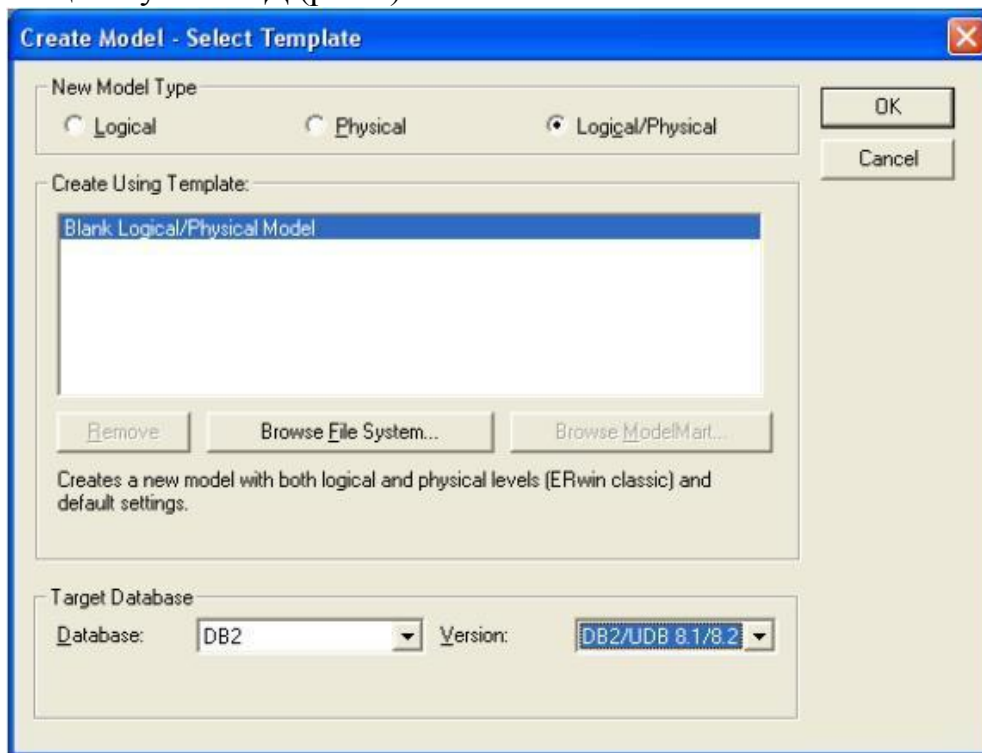

Рисунок 1.Создание новой модели
- Работа с программой начинается с создания новой модели, для которой нужно указать тип и целевую СУБД (рис.1).